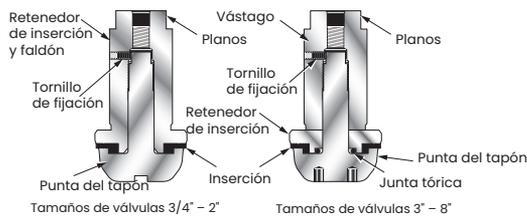

Figura 3 – Tapones de asiento blandos (opcional)
7.7 Tapón de asiento blando (Figura 3)
- a. Coloque un nuevo inserto en el mango e inserte el retenedor como se muestra en la Figura 3.
- b. Instale el nuevo inserto en el retenedor del inserto y ensamble como se muestra en la Figura 3.